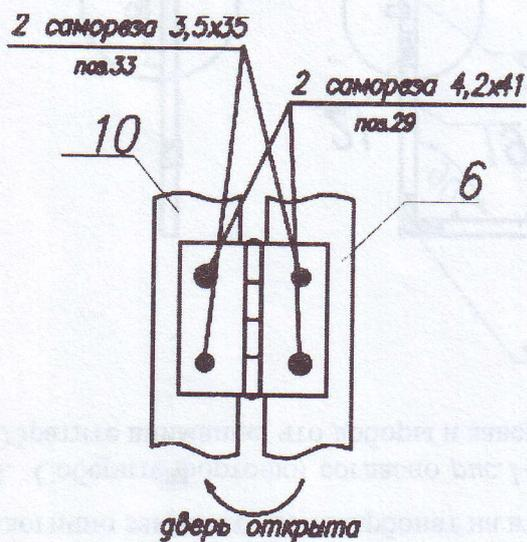
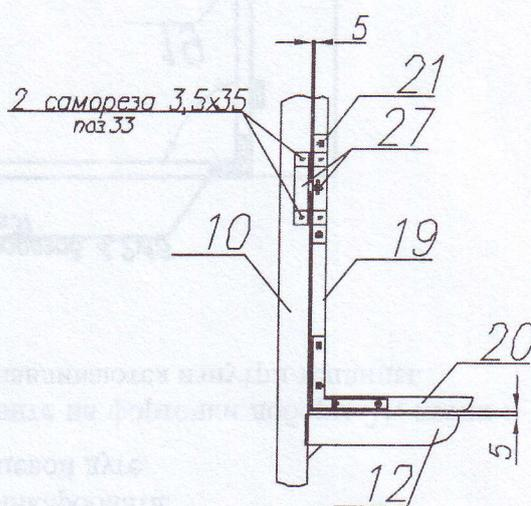
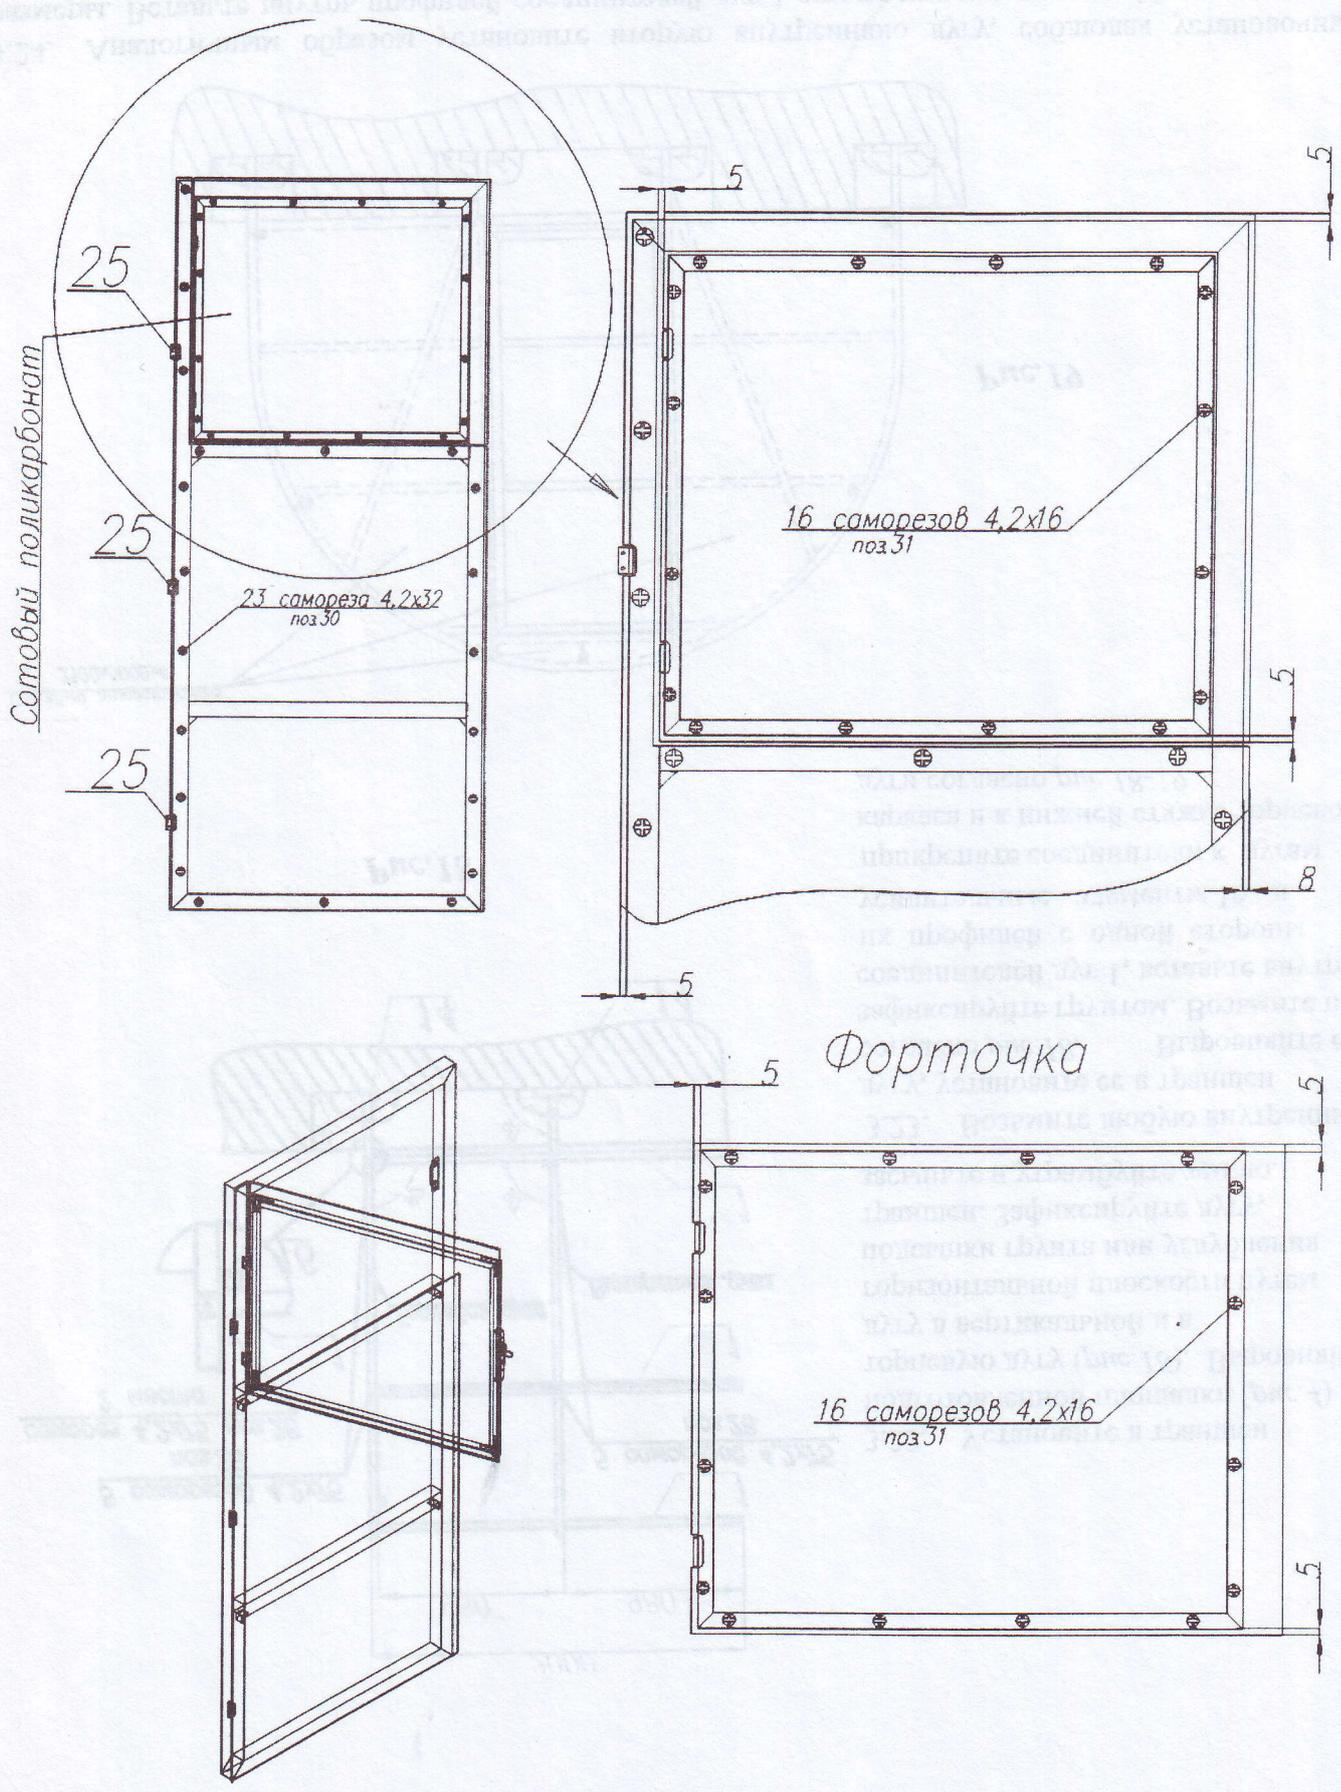

Рис.15
Рис.16
Рис.17
*При таком смещении заготовок покрытие, закрепленное на двери с выпуском 5 мм (*рис. 17*), не будет препятствовать ее свободному открыванию и обеспечит минимальные зазоры при закрытой двери по вертикали.*
3.19. Установите форточочки в двери, как показано на *рис.15*, *рис.16*, *рис.17*.
Форточка устанавливается в дверь с зазорами 5 мм, как показано на *рис.16*.
Закрепите скобу завертки 27 напротив самой завертки (*рис.16*).
3.20. Установите петли на каркас двери согласно *рис. 15* и *рис. 17*.
3.21. Наложите ранее вырезанный кусок поликарбоната на дверь, сделайте разметку согласно *рис.17*, разрежьте покрытие и закрепите его на двери и форточке. Аналогично закрепите покрытие на второй двери.